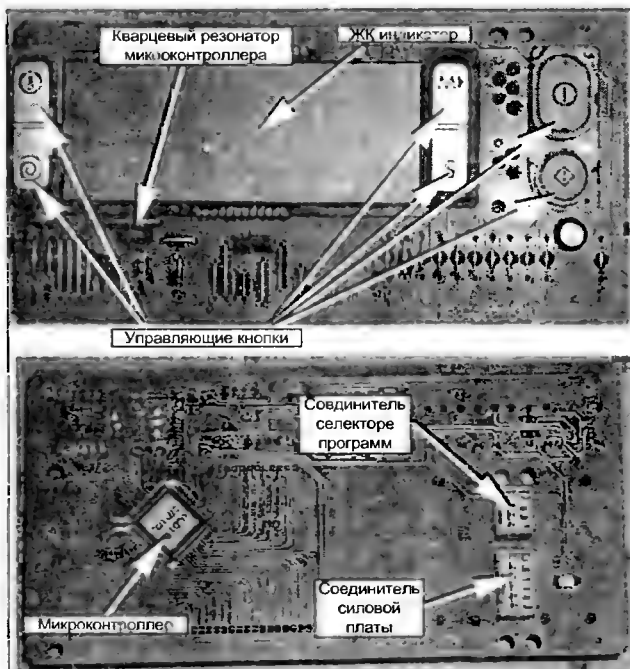
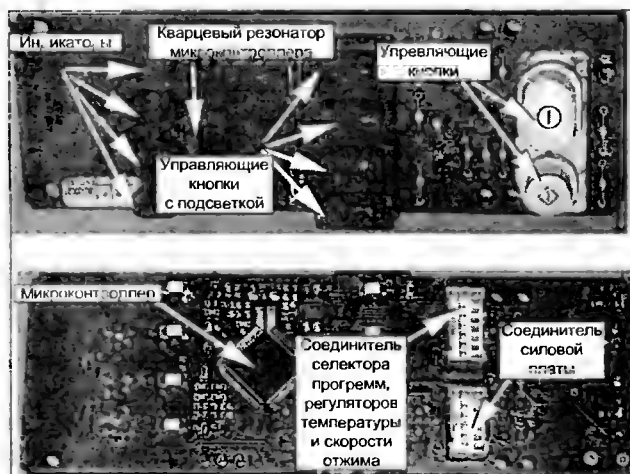

Рис. 1.12.1
Рис. 1.12.2
рис. 1.12.1 и без него (серии AVL, AVSL, AVXL) — рис. 1.12.2. К ПУ подключены силовая плата, селектор программ и управляющие потенциометры (для ПУ первого типа — селектор программ, для второго типа ПУ — регуляторы температуры и скорости отжима, а также селектор программ).
- неисправен МК ПУ. Часто причиной отказа МК является его кварцевый резонатор (см. рис. 1.12.1 и 1.12.2). Его необходимо пропаять или заменить. В противном случае ПУ заменяют.